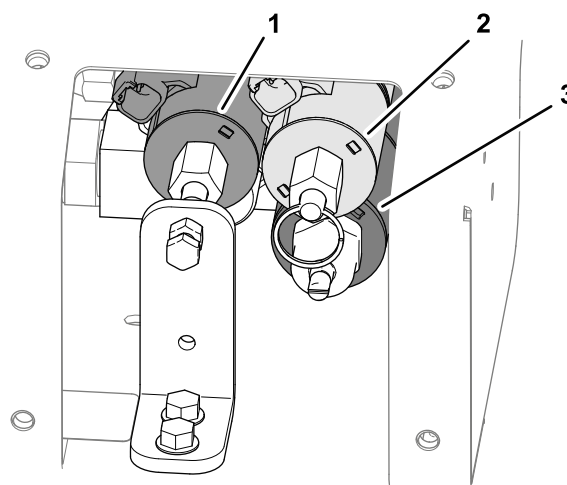

Figura 28
3. Localize as três válvulas de controlo (Figura 28).